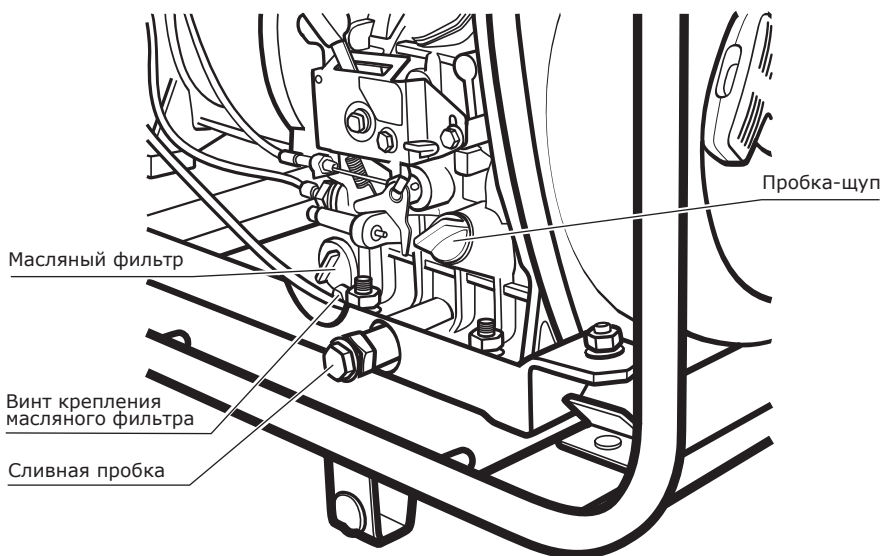

Рис. 19
- Выверните сливную пробку (рис. 19), слейте отработанное масло и установите пробку на место.